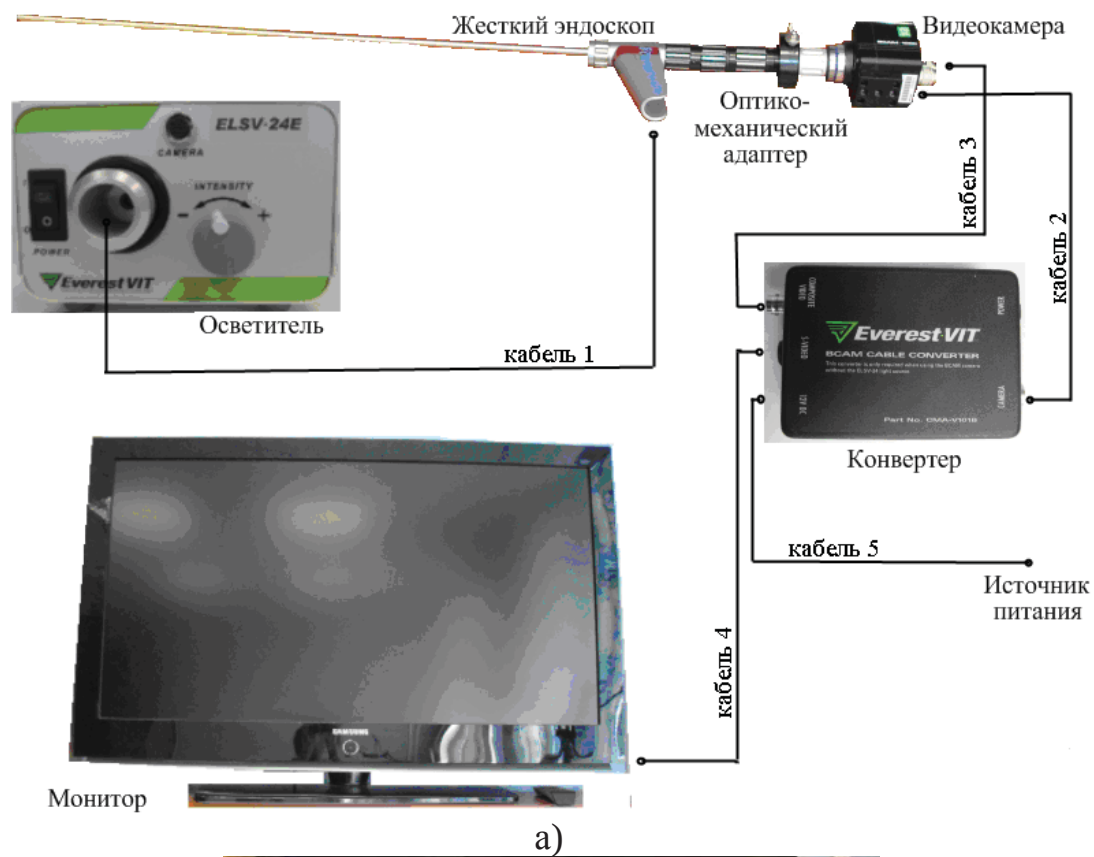

Рис. 4.17. Видеосистема с жестким эндоскопом с качающейся призмой
- 3) Собрать схему устройства вывода изображения на монитор, показанную на рис. 4.17, *а, б*, и провести визуальный осмотр.